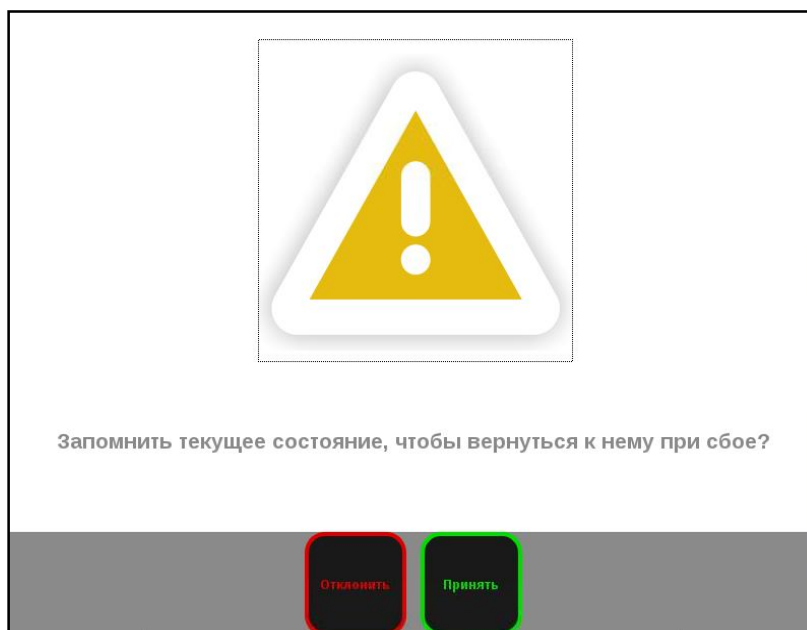

Рис. 54. Сообщение при обновлении.
5. При необходимости подтвердите, что текущую версию следует запомнить для возможности её восстановления (Рис. 54).